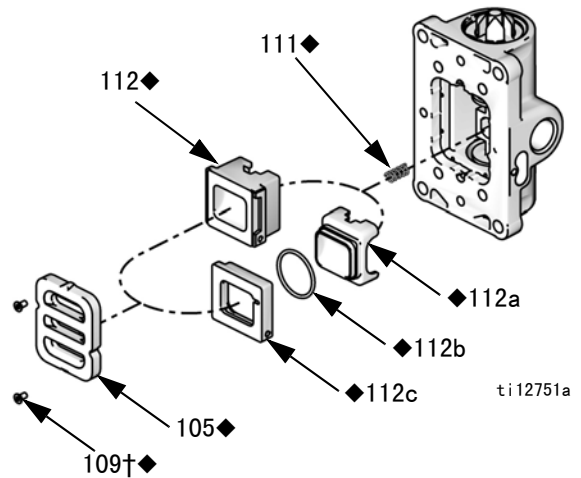

图 5: 取下通风板
2. 请参见图 5。使用 2 毫米或 5/64 内六角扳手卸下两颗螺丝 (109†◆)。卸下阀板 (105◆)。